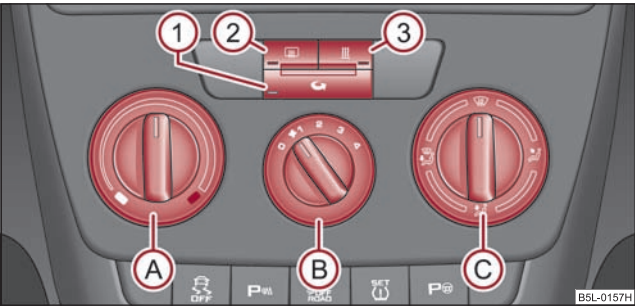

Fig. 108 Calefacción: Elementos de mando
- Gire el regulador giratorio (A) ⇒ fig. 108 hacia la derecha para aumentar la temperatura.
- Gire el regulador giratorio (A) hacia la izquierda para bajar la temperatura.
- Pulsar la tecla  - se encenderá el testigo de control en la tecla $\Rightarrow$ página 99, fig. 108.
Si el regulador distribuidor de aire  se encuentra en la posición  $\Rightarrow$ página 99, fig. 108, el servicio de aire circulante se desconectará automáticamente. Pulsando repetidamente la tecla , usted puede conectar de nuevo el servicio de aire circulante también en esta posición.